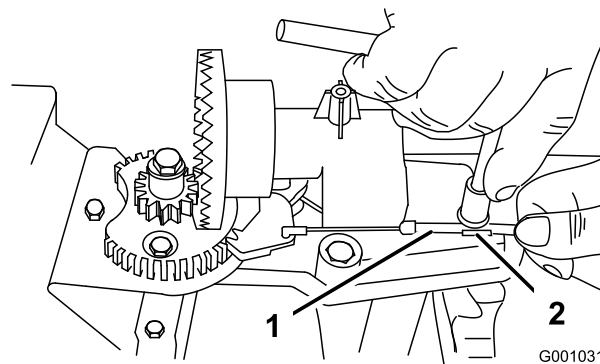
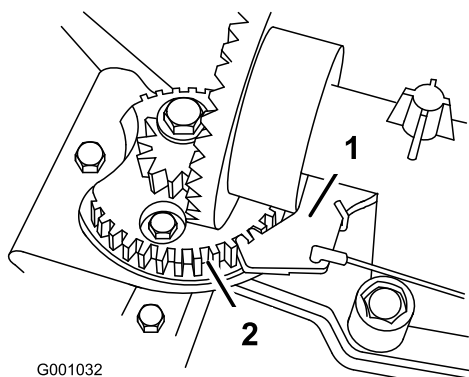

Bild 50
Bild 51
2. Lösen Sie die Schraube an der Kabelklemme (Bild 50).
3. Fassen Sie den Kabelstrang an und schieben Sie ihn nach vorne an der Maschine, bis der Auswurfkanalriegel ganz in die Zahnräder des Getriebes greift (Bild 50 und Bild 51).
Hinweis: Der Riegel ist gefedert und ist so konstruiert, dass er in die Zahnräder des Getriebes greift (Bild 51).